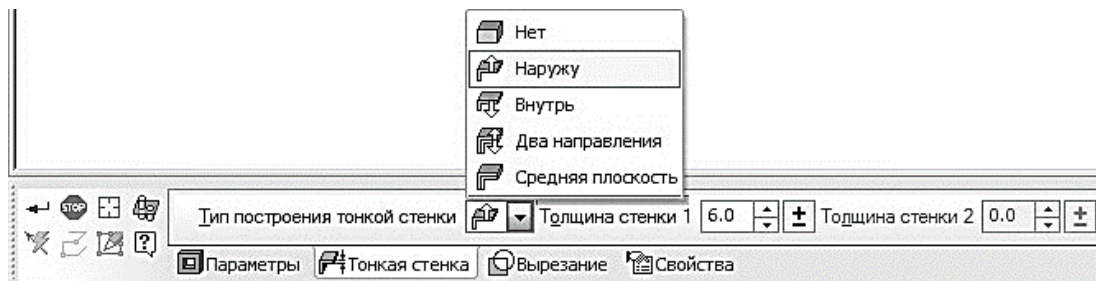

Рис. 191. Панель свойств операции **Вырезать выдавливанием**
- на вкладке свойств тонкой стенки раскройте список **Тип построения тонкой стенки** и выберите параметр **Наружу** (рис. 191);